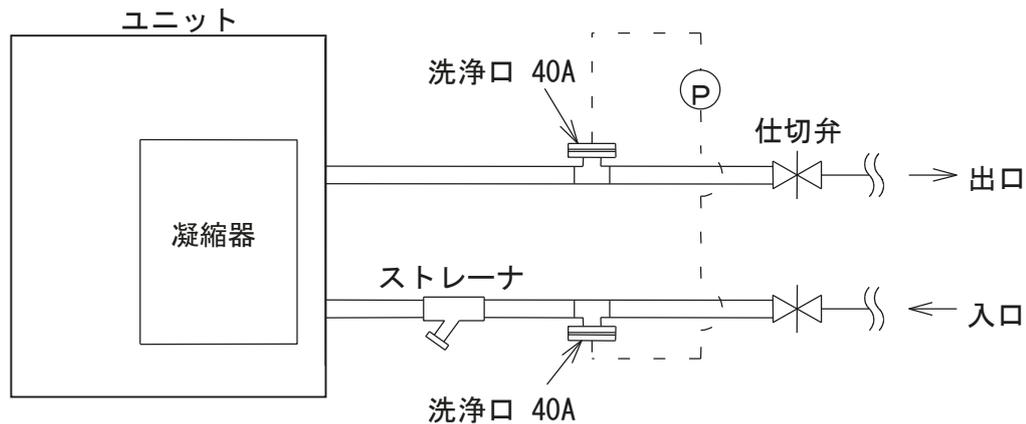

図 3-5
- ① 凝縮器の冷却水出入口にはフランジ（相フランジ付）を使用しています。冷却水は下方より入り上方より出るように配管します。
- ② 冷却水の出入口に温度計を設けておくことで運転状態を確認することができます。また、配管には適宜仕切弁を付けて凝縮器だけ切離して水抜きができるようにしておいて下さい。
- ③ 凝縮器は水質によっては早い時期にスケールが付着する可能性があります。このスケール除去のために定期的な洗浄をする必要があります。凝縮器冷却管を薬品洗浄する場合、冷却水配管には仕切弁を設け、この仕切弁とユニットとの間の配管には薬品洗浄用の配管接続口を設けて下さい。（図 3-5）